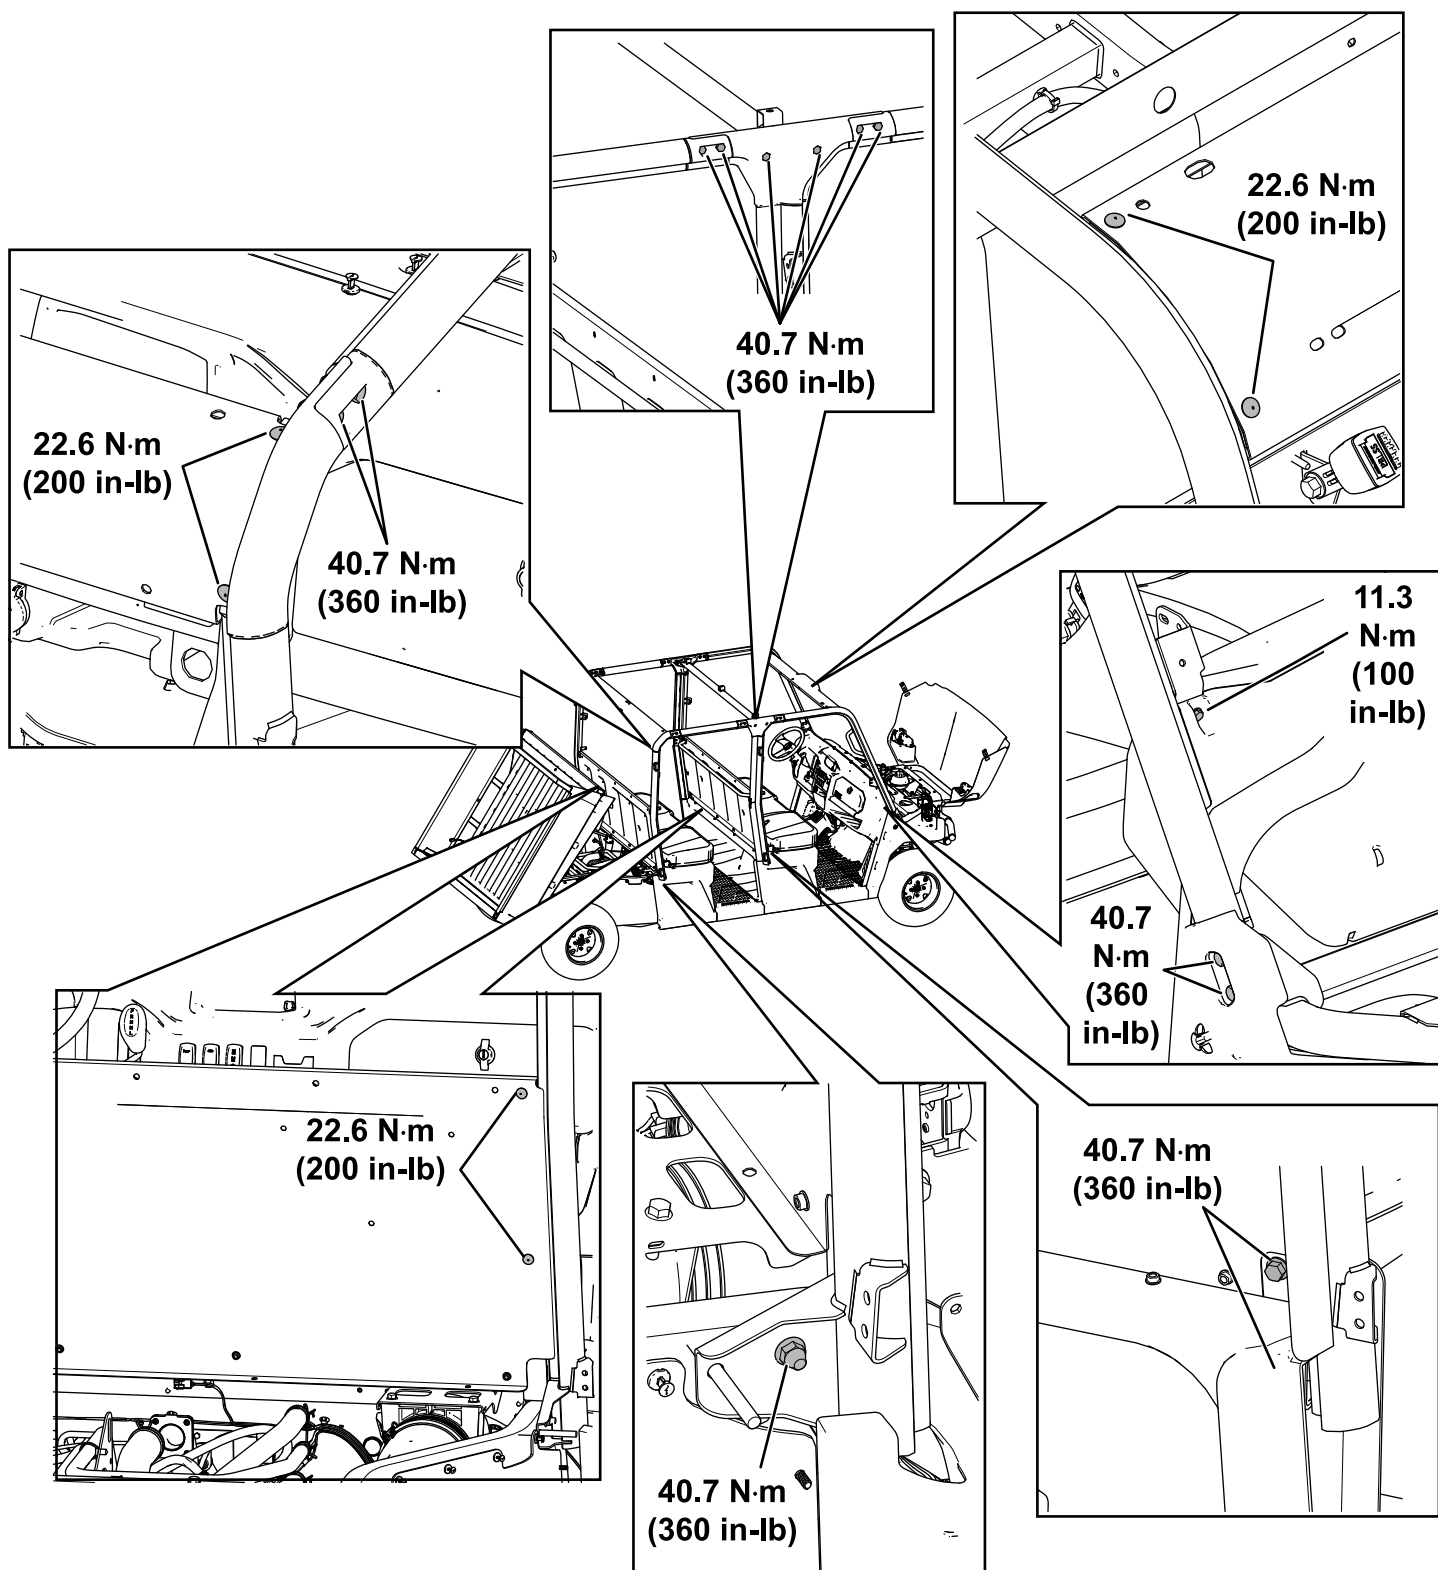

Figura 58
25. Apriete las fijaciones según las especificaciones indicadas en la Figura 58.